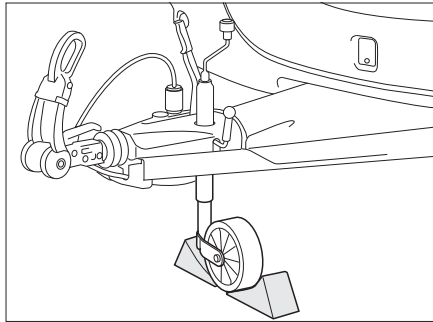

Fig. 178 Bloquer la roue d'appui
- Placer la roue d'appui de manière perpendiculaire au sens de la marche et la bloquer avec des auxiliaires adéquats (Fig. 178).